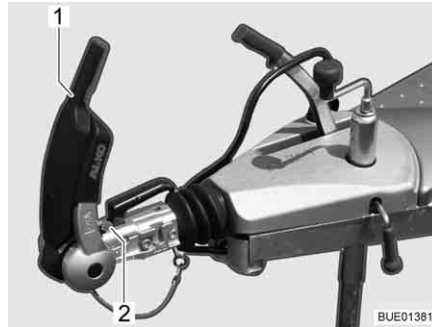

Bild 203 Anzeige Reibbeläge vorn und hinten
- Stabilisierungsgriff (Bild 203,1) öffnen.
Die Kontrolle erfolgt über die Anzeige vor dem Kupplungsgriff (Bild 203,2).